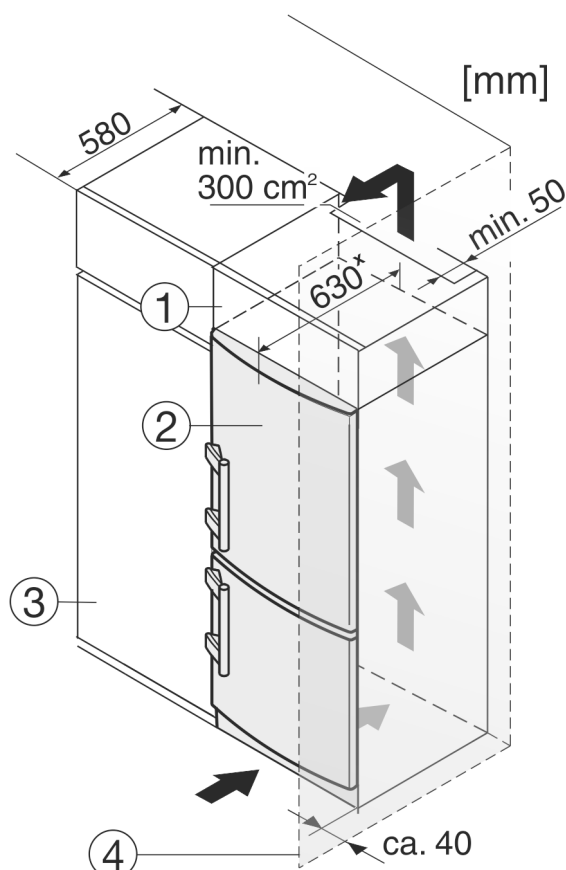

Fig. 12
- (1) Дополнительный шкафчик
- (2) Устройство
- (3) Кухонный шкаф
- (4) Стенка
Устройство может быть окружено предметами кухонной обстановки. Чтобы уравнивать устройство *Fig. 12 (2)* по высоте с кухонной стенкой, можно установить над устройством соответствующий дополнительный шкафчик *Fig. 12 (1)*.
При комбинировании с кухонными шкафами (глубина макс. 580 мм) устройство можно установить непосредственно рядом с кухонным шкафом *Fig. 12 (3)*. Устройство выступает сбоку на 34 мм* и по центру на 50 мм* относительно передней стенки кухонного шкафа.
Если устройство установлено на шарнирах у стены *Fig. 12 (4)*, то расстояние между устройством и стеной должно быть не менее 40 мм. Настолько выступает ручка при открытой дверце.